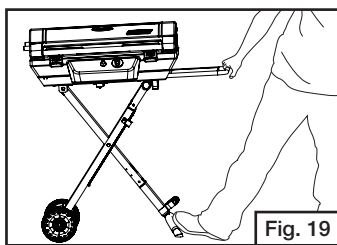
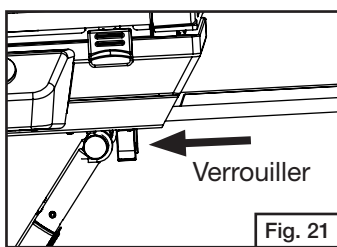

Fig. 19
Fig. 21
- Abaissez le gril et glissez-le en arrière pour verrouiller les montants du piètement dans les supports du fond. (Fig. 19, Fig. 120 et Fig. 21)